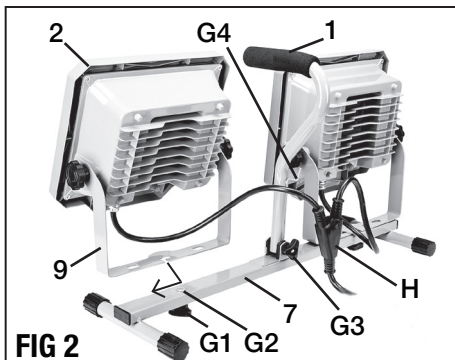

FIG 2
FIXATION DES TÊTES DE LA LAMPE DE TRAVAIL AU PIED (FIG 2)
1. Placer le pied (7) sur une surface plane.
2. Tournez la poignée de transport (1) vers le haut. Serrer le bouton de verrouillage de la poignée (G3) pour le fixer en place.
3. Installez une tête de lumière de travail (2) sur le pied (7) en glissant et en positionnant le support en forme de U (9) sous le capuchon du boulon (G2) comme illustré sur la figure 2. Serrez le bouton de verrouillage (G1) pour sécuriser le travail. Tête légère en place. Répétez la procédure sur la deuxième tête de lumière de travail.
4. Accrochez le séparateur de câble d'alimentation (H) au crochet (G4).